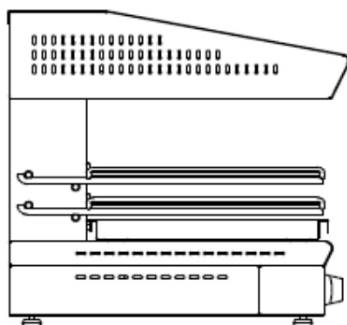

Abb. 2
- Drücken Sie die Taste (3).
- Schalten Sie den Drehknopf (6) auf die Position 1, um die Hitze des Grillguts reguliert werden. Je größer der Abstand zwischen dem Grillgut und dem Heizelement ist, desto geringer ist die Hitzeintensität.
- Bei Geräten mit festem Grilldeckel (SFH..) wählen Sie die Hitzeintensität, indem Sie die Pfanne auf verschiedene Höhen stellen, wie in Abb. 2 gezeigt.
Die Rostabdeckung muss sich in maximaler Höhe über dem Kochfeld befinden (Abb. 2). Wechselseitige Heizelemente halten das Kochgut auf dem Topf auf der während des Kochvorgangs erreichten Temperatur.